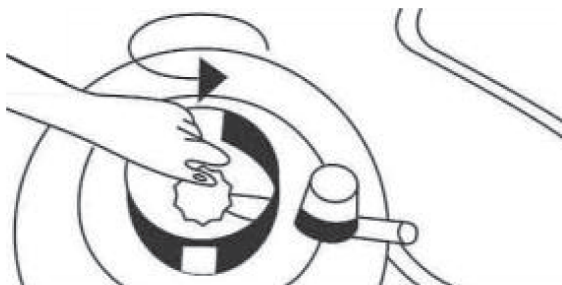

Рисунок 5. Схема відкриття вентиля балона.
1. Відкрити вентиль на газовому балоні, обертаючи його проти годинникової стрілки (рис. 5)